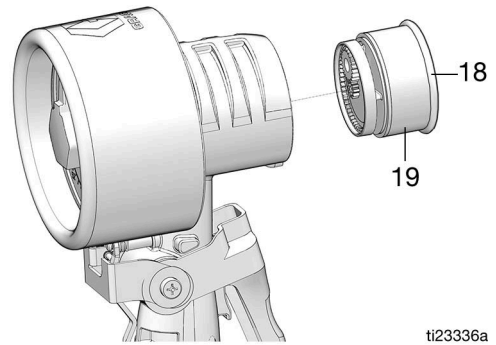

FIG. 12
5. Retire la junta (18) y el conjunto del pistón (19) (FIG. 12).
NOTA: Si el conjunto del pistón se pega, golpee suavemente el alojamiento contra una superficie plana para aflojarlo (FIG. 12).